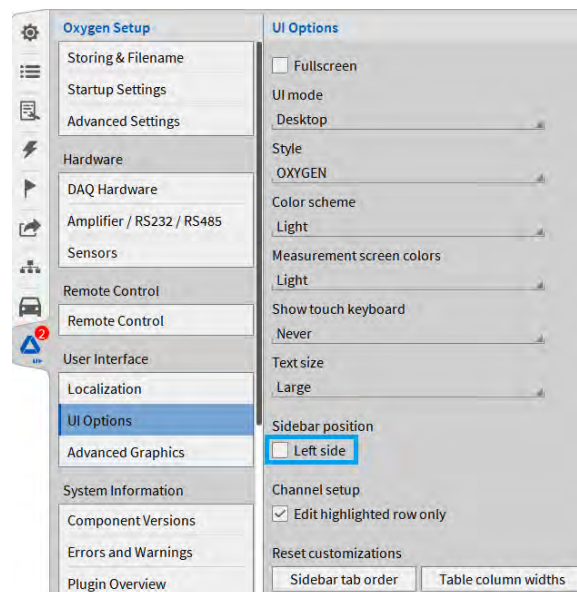

Fig. 3.20: サイドバーの配置のリセット
- 一度変更してしまうと、メニューをデフォルトの順序に戻すのが難しいこともあります。メニューの配置をリセットするには、**System Settings > UI Options** に進み、**Sidebar position** セクションにある **Reset** ボタンをクリックします (図 ① Fig. 3.20 の ① を参照)。
- 右側のサイドバーと左側のサイドバーを入れ替えることもできます。入れ替えるには、再度 **System Settings > UI Options** に進み、**Sidebar position** にある **Left side** をクリックします (図の ② Fig. 3.20 を参照)。